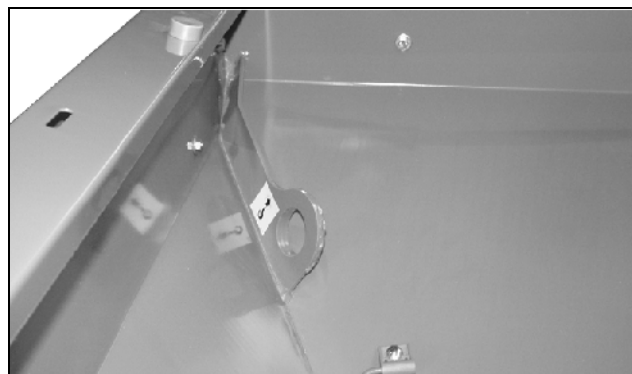

Fig. 7
- 2 løftepunkter bagest i beholderen (Fig. 7) og